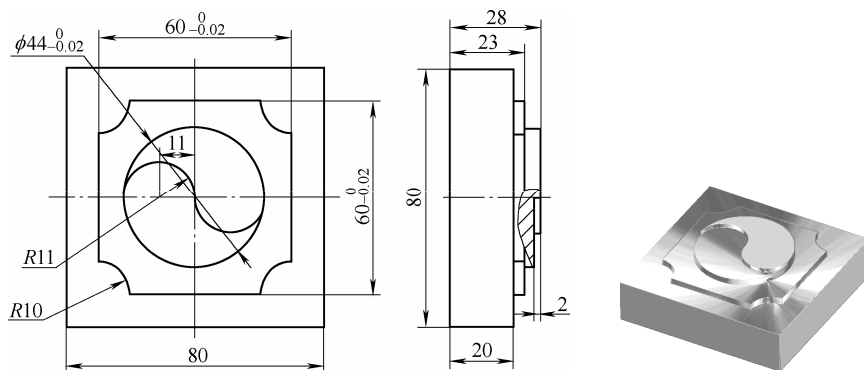

图 2-98 练习题 2) 图
2) 计算图 2-98 所示零件的加工刀具路径。毛坯为方坯，刀具和切削参数自定义。零件数模在光盘中的存放位置：光盘符:\习题\ch02\xt 2-02.dgk。光盘内附有参考答案。